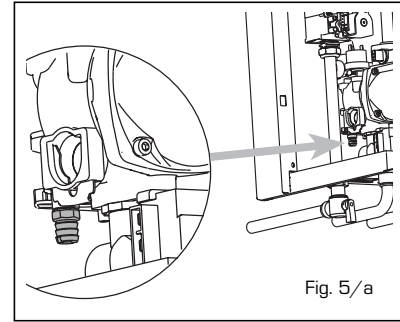

Fig. 5/a
2.4.1 Vaciado de la instalación (fig. 5/a)
Para vaciar la instalación apague la caldera y accionar con una tecla de 13 la conveniente descarga de algunas vueltas (fig. 5/a).